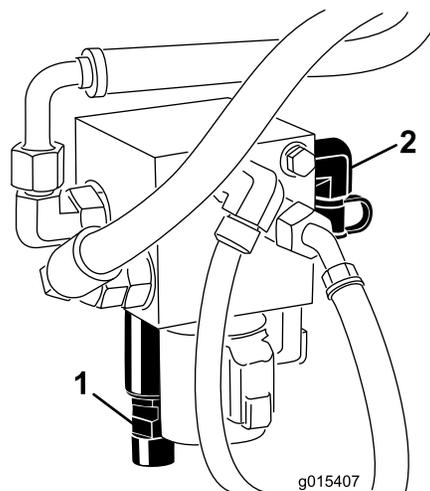

図 14
3. 昇降マニホールドの後部にあるテストポートに圧力計を接続する 図 14 。
4. 昇降マニホールドの前部にあるカウンタバランスのスポールについているキャップを外す 図 14 。
5. カウンタバランスのスポールの底部についているジャムナットをゆるめる 図 14 。